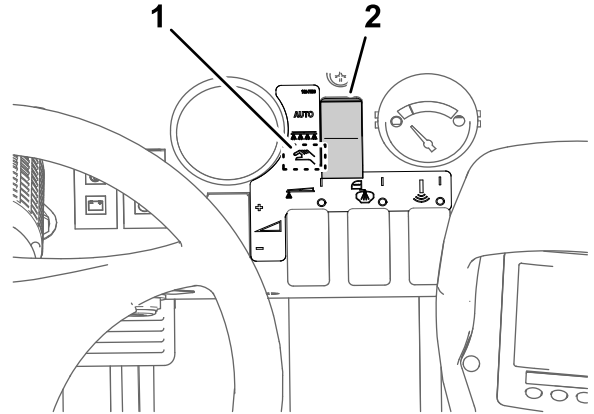

图 45
5. 将喷洒臂段旁通切断阀的旋钮转至已关闭位置图 45。
7. 按 2 号按钮进入下一步图 45。
4. 将打药机模式开关设定到手动模式图 45。